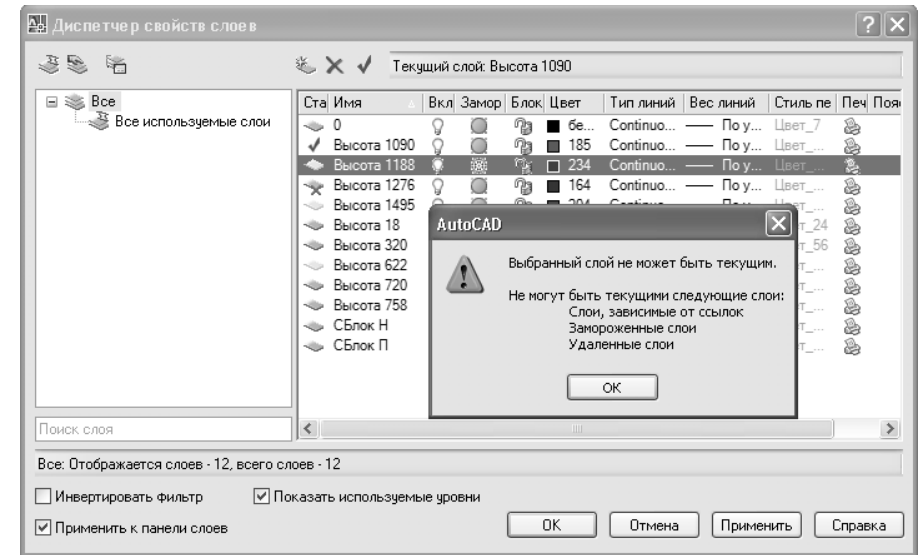

Рис. 6.47 Сообщение о невозможности удаления слоя
8. Выделите слой **Высота 1188** и щелкните на кнопке **Удалить слой** (Delete Layer) или нажмите **Alt+D**. В этот раз на пиктограмме слоя изображение красного крестика не появится – вместо этого AutoCAD откроет окно сообщения (рис. 6.47). Смысл этого сообщения сводится к тому, что AutoCAD не позволяет удалять нулевой слой и специальный слой **Defpoints**; слой, являющийся текущим; слои, определенные во внешних ссылках (подробнее о внешних ссылках мы поговорим в главе 12); слои, на которых имеется хотя бы один объект. Последнее как раз и относится к слою **Высота 1188**, поскольку на нем имеются созданные нами ранее объекты.